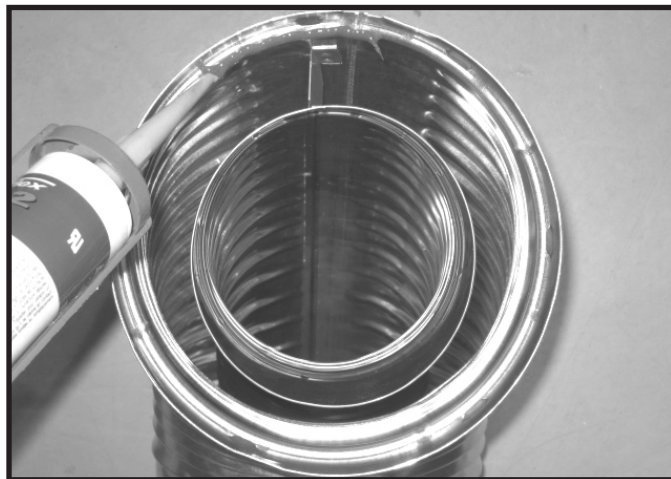

Figure 7.1 Agent d'étanchéité à base de silicone à haute température
- Appliquez une bande d'agent d'étanchéité à base de silicone (degré minimum d'exposition continue de 150 °C (300 °F)) dans le joint femelle externe du conduit avant de relier les sections. Voir la figure 7.1. **OU**